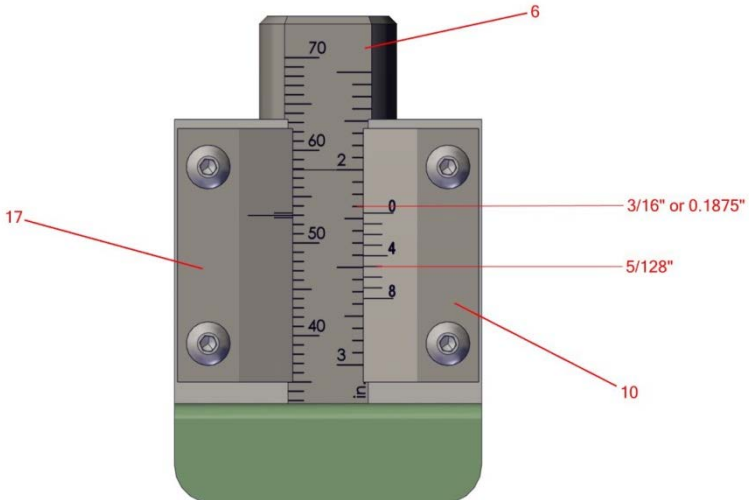

Figure 2 : Vernier AFS
9. Après trois coups, vérifiez que l'éprouvette compactée présente une hauteur dans les limites de tolérance standard, soit 50 mm \pm 0,5 mm (métrique) ou 2" \pm 1/64" (AFS). Pour ce faire, utilisez le vernier gauche métrique ou AFS (Figure 2 ou 3, N°17). Si la ligne 50 mm (métrique) ou 2" (AFS) sur la tige (Figure 2 ou 3, N°6), à environ 58 sur l'échelle de compactabilité, se trouve entre les lignes supérieure et inférieure du vernier gauche métrique (50 mm) ou AFS (2") (Figure 2 ou 3, N°17), l'échantillon est conforme aux spécifications.
2. À l'aide du vernier de poids droite (Figure 2 ou 3, N°10), déterminez le nombre de divisions entre la marque 50 mm sur l'échelle métrique (ou 2" sur l'échelle AFS) de la tige (Figure 2 ou 3, N°6) et la marque « 0 » sur le vernier de poids droite. Notez cette valeur. Elle peut être négative.